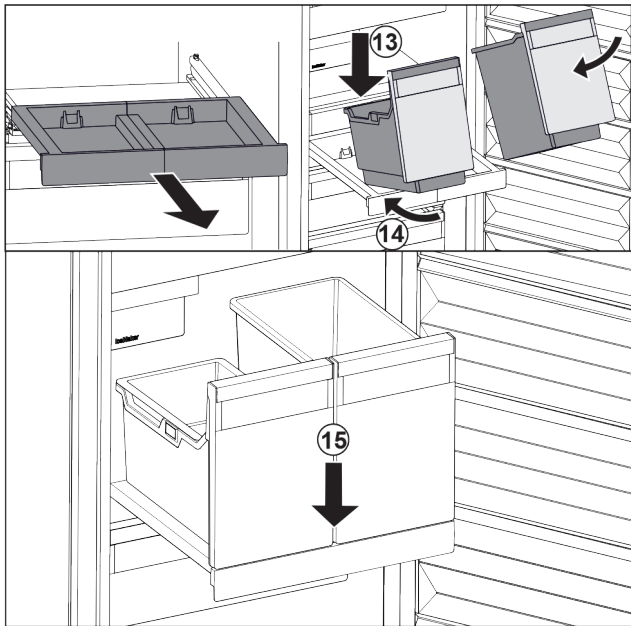

Fig. 90
- ▶ Встановити резервуар на витягну панель навкоси. Fig. 90 (13)
- ▶ Насунути резервуар навкоси до заду. Fig. 90 (14)
- ▶ Резервуар опустити спереду. Fig. 90 (15)